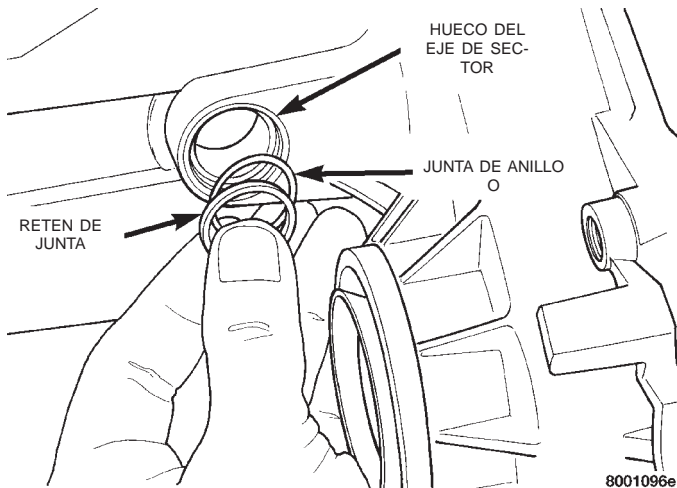

Fig. 27 Desmontaje del casquillo y anillo O del sector
(6) Retire el casquillo del sector de cambio y anillo O (Fig. 27).